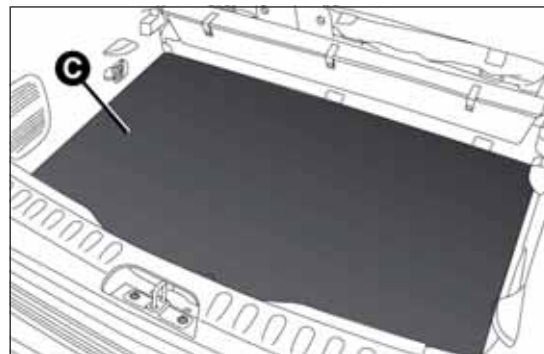

fig. 94
- ☐ introducir los objetos deseados en el compartimento C fig. 94;